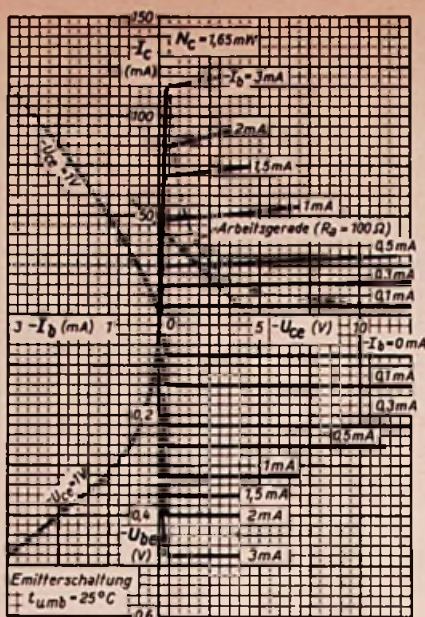

Bild 6. $-I_c-U_{ce}$ -Kennlinie des Transistors OC 72 ($-I_b$ als Parameter)
Außer den hier aufgenommenen Kennlinien wird auch später noch die Kennlinienschar $I_c = f(U_{ce})$ für verschiedene Werte von I_b interessieren. Ihre Aufnahme ist etwas mühsamer. Für den Transistor OC 72 sind die Kennlinien in Bild 6 dargestellt; wir sehen, daß sich diese Kurven nur wenig von den bekannten Kennlinien der Pentoden unterscheiden. Außerdem erkennen wir, warum der Kollektorstrom plötzlich abnimmt, wenn man die Speisespannung $-U_0''$ verringert. Der Übersicht halber ist die Arbeitsgerade für den besprochenen Fall $R_a = 100 \Omega$ eingezeichnet.
1. Wir sehen in Bild 6, daß unterhalb einer gewissen Kollektorspannung, „Knie-spannung“ genannt, der Strom rasch abfällt, so daß wir nur bis zu dieser Stelle aussteuern dürfen.
3. Wir dürfen den Kollektor nicht überlasten. Dazu entnehmen wir dem Datenblatt den Wert für die max. Kollektor-Verlustleistung $N_{c\max}$. Diese Verlustleistung bestimmt maßgeblich die sich im Kristall einstellende Temperatur, die im Datenblatt manchmal mit angegeben ist. $N_{c\max}$ berechnet sich aus dem Mittelwert des Produktes von $-I_c$ und $-U_{ce}$ und erscheint mathematisch als Hyperbel im Kennlinienfeld (Bild 6). Je nachdem ob der Arbeitspunkt „schön in der Mitte“ (bei der Elektronenröhre A-Betrieb genannt; hier ebenfalls) liegt, oder ob wir den Transistor bzw. zwei Transistoren im Gegentakt-B- oder -AB-Betrieb arbeiten lassen, muß die entstehende Kollektor-Verlustleistung im einzelnen berechnet werden.